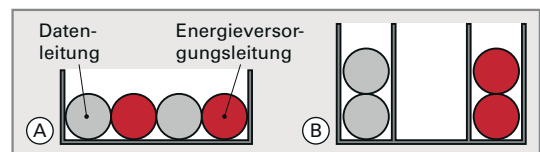

Bild 4: Leitungsverlegung in Kabeltragesystem
5. Energieversorgungsleitungen und IT-Kommunikationsleitungen (Datenleitungen) sind in einem Kabeltragesystem zu verlegen. Welche Art der Leitungsanordnung in Bild 4 ist wegen der EMV anzuwenden?